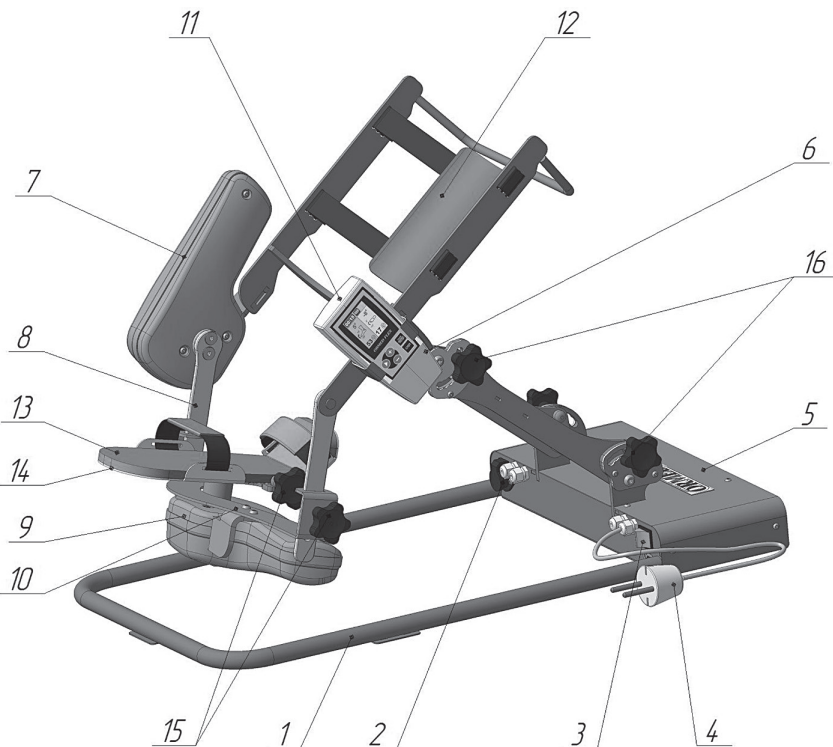

Рисунок 3.1 – Основные функциональные элементы Аппарата
3.2 Основные функциональные элементы Аппарата (см. рисунок 3.1): 1. Основной блок разработки суставов F02. 2. Порт USB. 3. Выключатель «ON/OFF» (сеть). 4. Сетевой кабель. 5. Крышка блока электроники. 6. Держатель пульта управления 7. Мотор А (ось вращения подошвенного сгибания/ тыльного сгибания). 8. Направляющая узла П/С. 9. Мотор В (ось вращения пронации / супинации). 10. Узел пронации / супинации (Далее - узел П/С). 11. Ручной пульт управления. 12. Лоток для голени. 13. Лоток для стопы. 14. Опора стопы. 15. Фиксатор настройки сустава под ось вращения. 16. Фиксатор настройки наклона Аппарата.